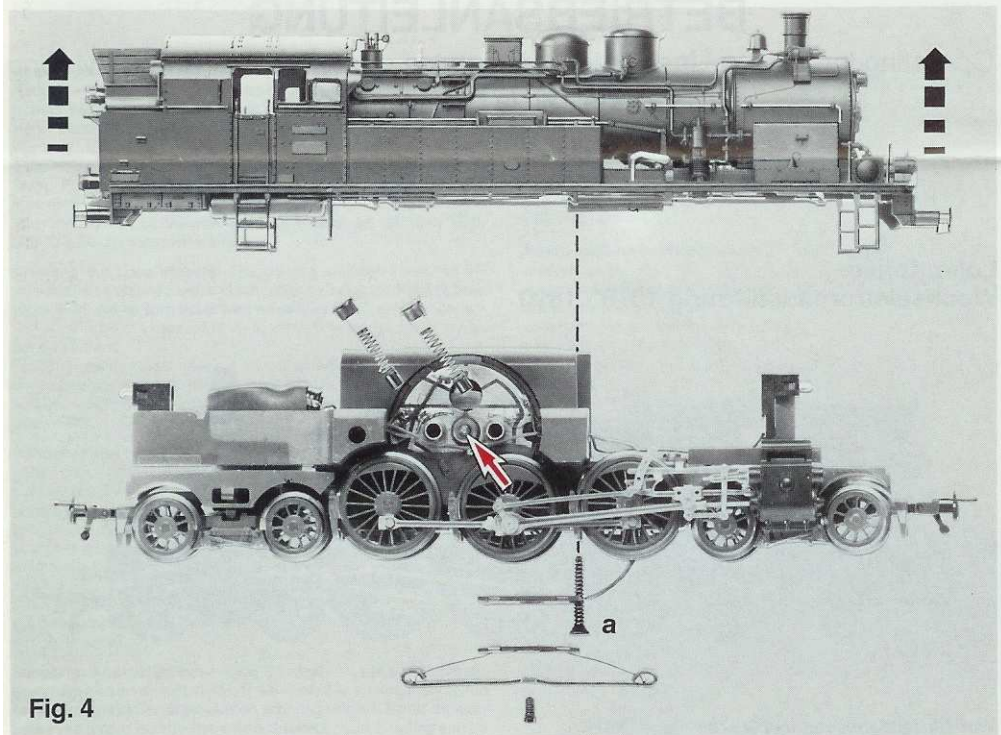

Fig. 4
**Öffnen:** Ein Öffnen der Lok ist nur zum Lampenwechsel, Schleifkohlenwechsel und Ölen der Motor- und Getriebebauteile vorgesehen (Fig. 4).
...hneten Lagerstellen (Fig. 4, 5 und 6).
**Disassembly:** You only need to open the locomotive, to replace bulbs, to replace carbon brushes, to oil the motor and gear-box axles (fig. 4). Remove the **pick-up shoe 69 2004** and remove the pick-up shoe together with the **contacting plate**. Remove the screw **a**. Carefully lift the body upwards. **Carbon brushes: 6519**.
**Oil:** The motor and gear-box need only be lightly oiled at the bearing points marked (fig. 4, 5 and 6). Only use FLEISCHMANN-oil **6599**. Only put a drop on each place (→), otherwise it will be overoiled. An applicator needle is located in the cap of the oil bottle for your use.
**Disassembly:** You only need to open the locomotive, to replace bulbs, to replace carbon brushes, to oil the motor and gear-box axles (fig. 4). Remove the pick-up shoe 69 2004 and remove the pick-up shoe together with the contacting plate. Remove the screw a. Carefully lift the body upwards. Carbon brushes: 6519.
**Het openen van de loc:** Het openen van de lok is alleen nodig bij het wisselen van de lampen en de koolborstels, het oliën van de motorenlagers en de tandwielen (fig. 4). Bout van **slaper 69 2004** losdraaien en sleper met contactplaatje verwijderen. De schroef **a** verwijderen. De kap van de locomotief loodrecht naar boven trekken. **Reservekoolborstels: 6519.**
**Oliën:** De motor en de aandrijving hoeven alleen op de aangegeven plaatsen geolied te worden (fig. 4, 5 en 6). Alleen FLEISCHMANN-olie **6599** gebruiken. Een klein druppeltje per smeerpunt (→) is heus voldoende, anders wordt te zaak te vet. Voor een juiste dosering het spuitje gebruiken dat wordt bijgeleverd in het oliëflesjes.